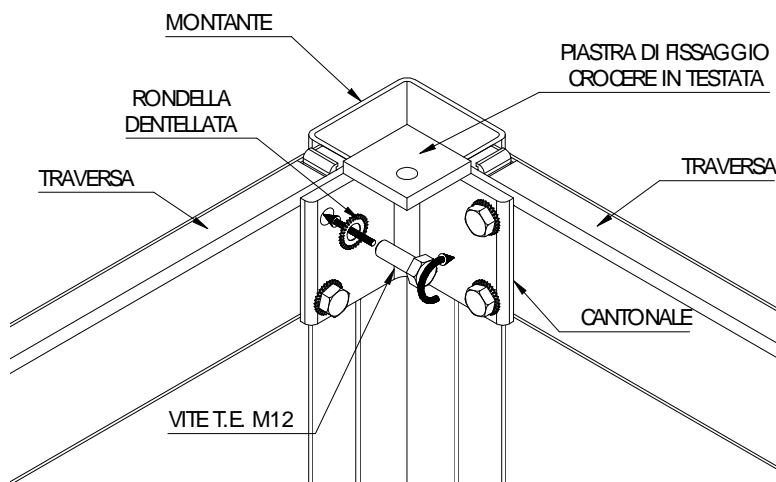

Fig. 5.6
- ✓ Sulla sommità della struttura, qualora siano previste le crociere in testata, il cantonale è provvisto di una piastra saldata, e deve essere montato come in Fig. 5.6, con la piastra verso l'alto.